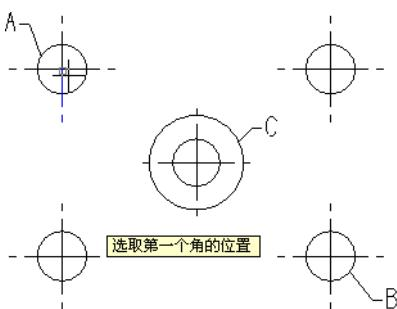

图 3-122 选取矩形的第一个角点
- 03 根据系统提示，移动光标捕捉圆 A 的圆心点，并单击鼠标左键，如图 3-122 所示。